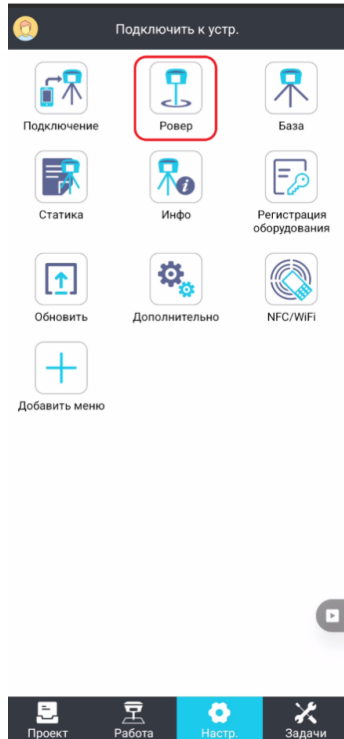

Рисунок 5.2.37
1. Перейдите в нижнее меню Настройки (Рисунок 5.2.37).